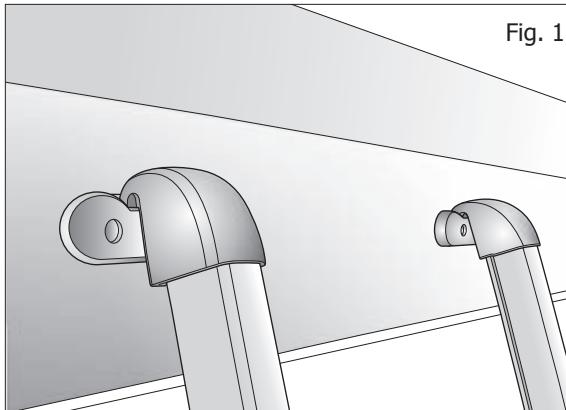
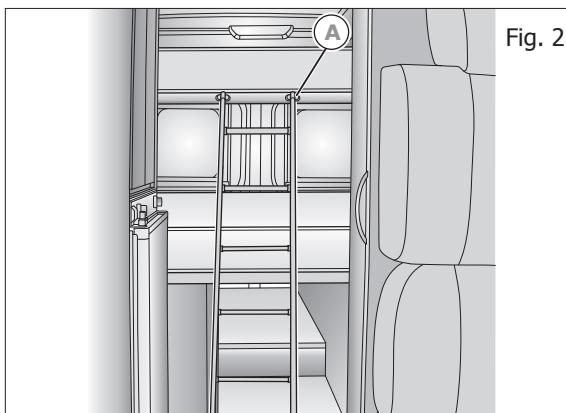

Fig. 1
Fig. 2
- Per accedere ai letti sopraelevati agganciare la scaletta (fig. 1) agli appositi supporti **A** posti frontalmente alla zona a cui si intende accedere (fig. 2)